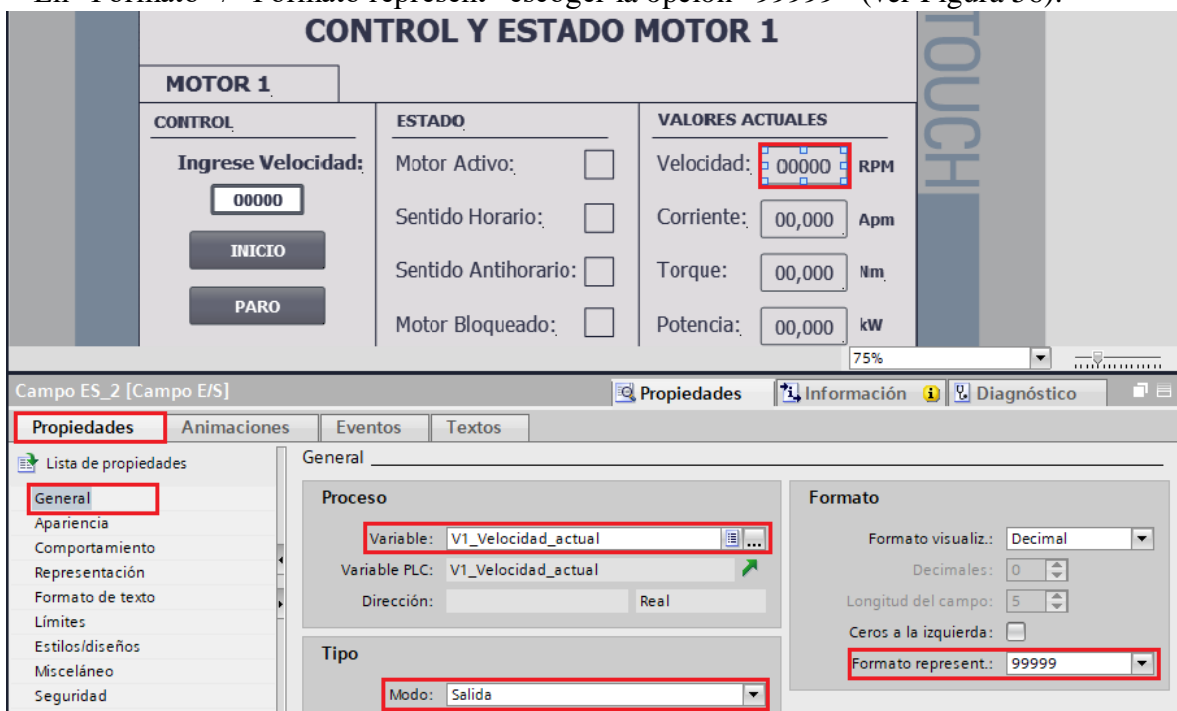

Figura 56. Configuración campo E/S Velocidad actual.
(4) Configuración de campo “VALORES ACTUALES”.
- En “Formato” / “Formato represent” escoger la opción “99999” (ver Figura 56).